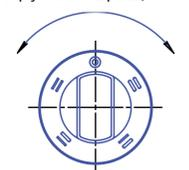

Рисунок 5 — Круговое вращение
- ручной переключателя режимов работы электрошкафа жарочного выбрать один из режимов работы нагревателей (рисунок 5).